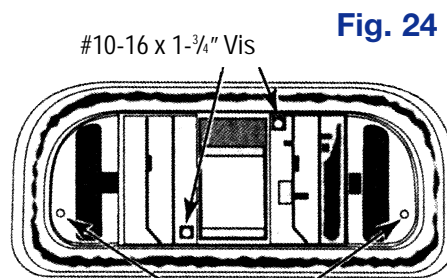

Fig. 24
- ▶ Remettez la tête dans le corps de balai. Revissez-la à l'aide des quatre vis (2 longues 2 courtes - voir Fig. 24).